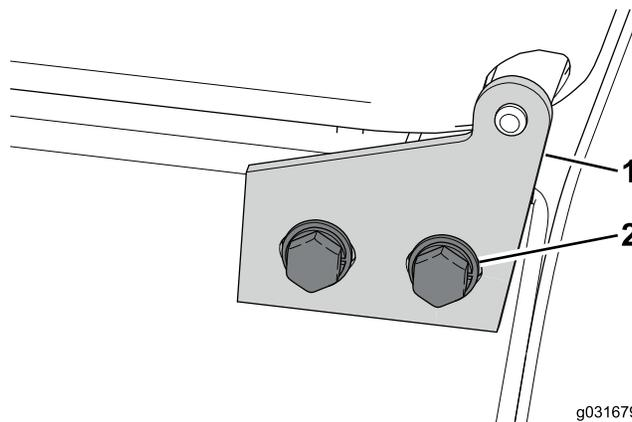

Figure 59
- Desserrez les 4 boulons qui fixent le capot à la charnière de capot (Figure 59).